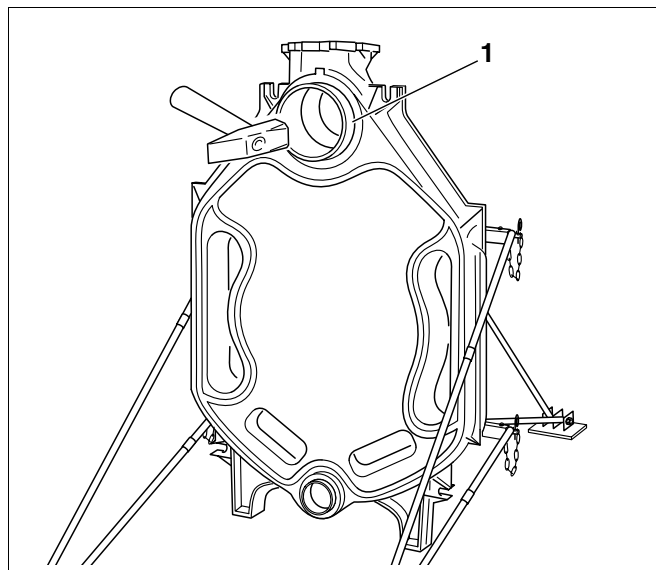

Fig. 14 Innslåing av nipler
- Sett niplene rett inn i det øvre (str. 4,181/70) og nedre (str. 1, 82/50) navet på bakelementet og slå dem kryssvis inn med kraftige hammerslag. Etter at niplene er slått inn skal den øvre nippelen (Fig. 14, **Pos. 1**) rage ca. 45 mm og den nedre nippelen ca. 35 mm ut av det tilsvarende navet.